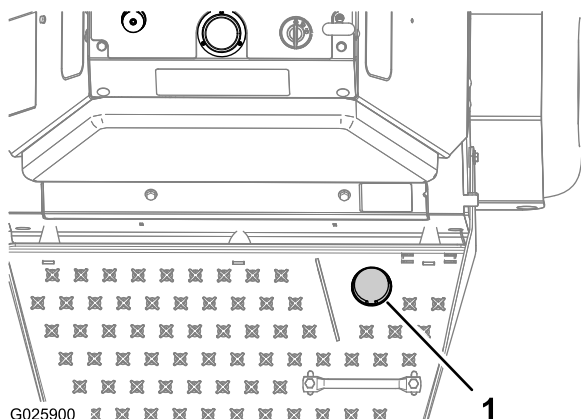

Figura 18
- Pise el interruptor de elevación de los taladros para bajar los taladros (Figura 18).
- Pise el interruptor y mueva las palancas de control de tracción hacia adelante para airear (Figura 18); consulte Palancas de control de tracción (página 17).
Para elevar los taladros, quite el pie del interruptor de elevación de los taladros (Figura 18).